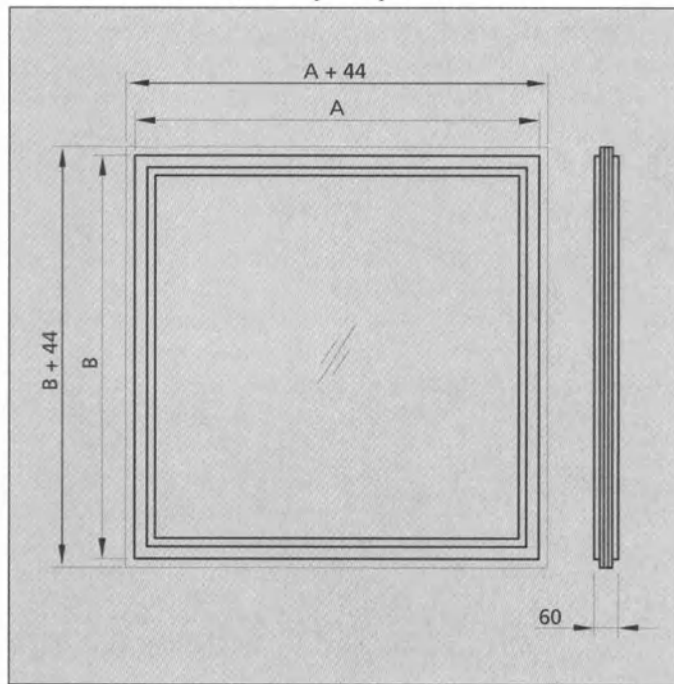

Рис. 4 Окно с защитой от пожара CRWF 15
3. 4. Окно с защитой от пожара CRWF 15 (рис. 4)